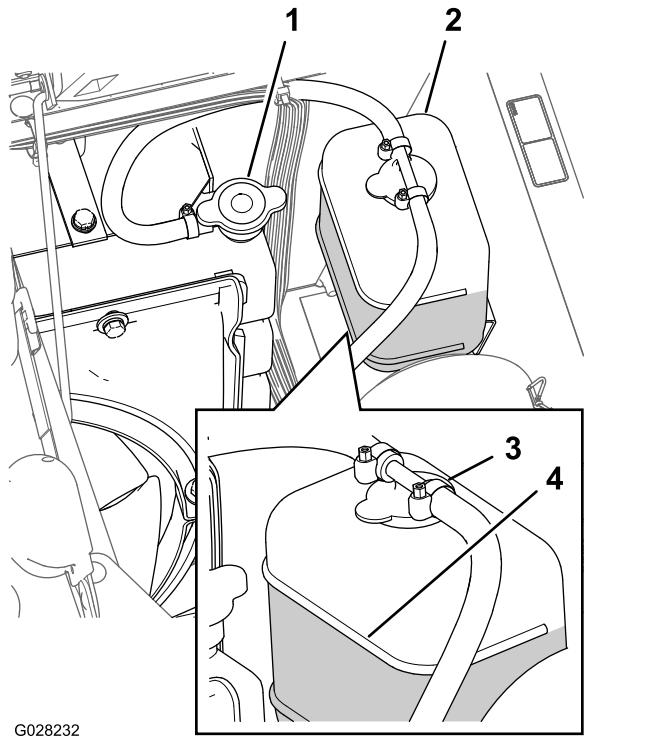

Рисунок 90
- Осторожно снимите крышку радиатора и крышку расширительного бачка (Рисунок 90).
Примечание: Радиатор должен быть заполнен до верха заливной горловины, а расширительный бачок должен быть заполнен до отметки Full (Полный) на бачке (Рисунок 90).
- Если уровень охлаждающей жидкости низкий, снимите крышку расширительного бачка и крышку радиатора, долейте жидкость в расширительный бачок до отметки Full (Полный) и в радиатор до верха заливной горловины (Рисунок 90).
- Установите крышку радиатора и крышку расширительного бачка (Рисунок 90).
- Подождите, когда двигатель остынет, затем снимите крышку радиатора (Рисунок 90).
- Снимите крышку радиатора (Рисунок 90).
- Запустите двигатель с незатянутой крышкой на радиаторе (Рисунок 90).
- После прогрева охлаждающей жидкости доведите уровень охлаждающей жидкости до уплотнительной поверхности и затяните крышку (Рисунок 90).
- Откройте крышку расширительного бачка и заполните бачок охлаждающей жидкостью до уровня Cold (Холодный) (Рисунок 90).